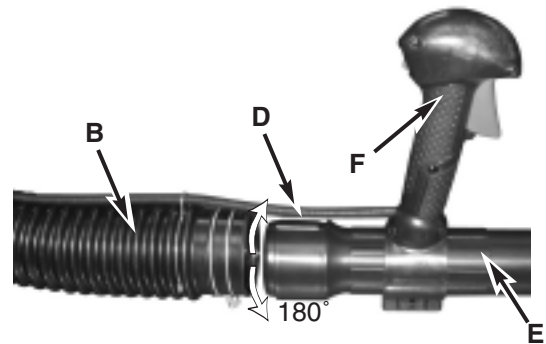
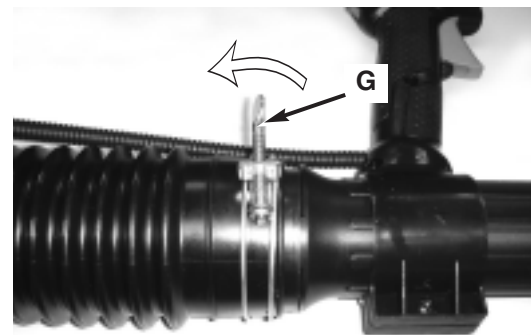

Fig. 3
Fig. 4
2. Coloque la abrazadera de la manguera (C) en el tubo flexible y el tubo operativo.
3. Gire la marca de anillo rotatoria (D) para alinearla con la manija de aceleración (F). Inserte el tubo operativo (E) en el tubo flexible (B) (Fig. 3) y asegure después la abrazadera de manguera (G) (Fig. 4).